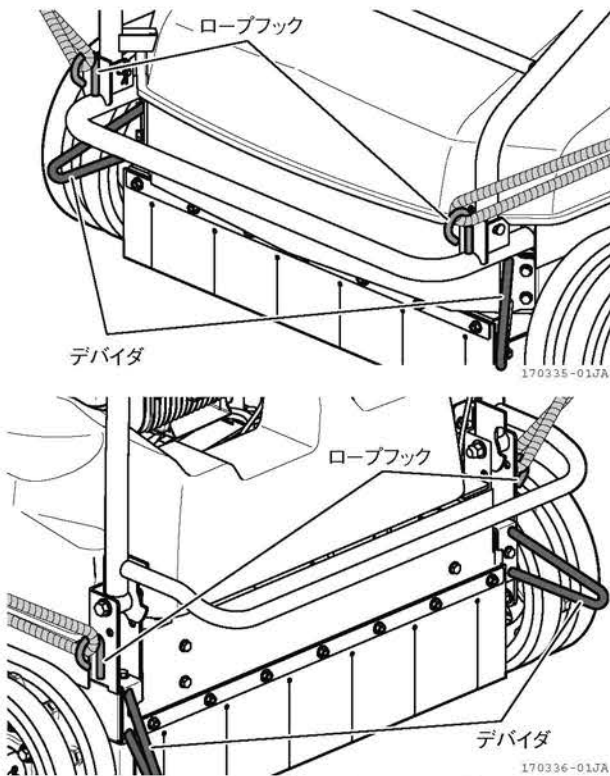

図 6-1 ロープフック、デバイダ
2. ロープフックに十分強度のあるロープをかけて、機体を確実に固定します。(図 6-1)